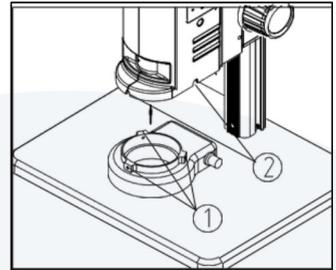

Fig.2
Déplacez la lumière LED droite près du corps du microscope selon la direction de la pointe de la flèche, alignez les trois trous de vis (1) avec la rainure du pas de vis (2) et verrouillez la vis avec une clé hexagonale M4 interne (longueur de côté de 2 mm) . (Voir Fig.2)